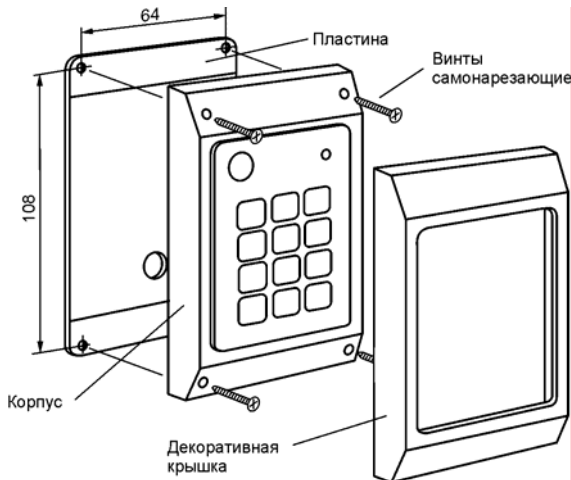

Рисунок 17 – Крепление считывателей «КОДОС RD-101» («КОДОС RD-41»)
- 2) уложить соединительные провода в канал (или протянуть через отверстие в стене) и протянуть их через паз в корпусе считывателя (для RD-1xxx) или через отверстие в пластине (для RD-101, см. рисунок 17);